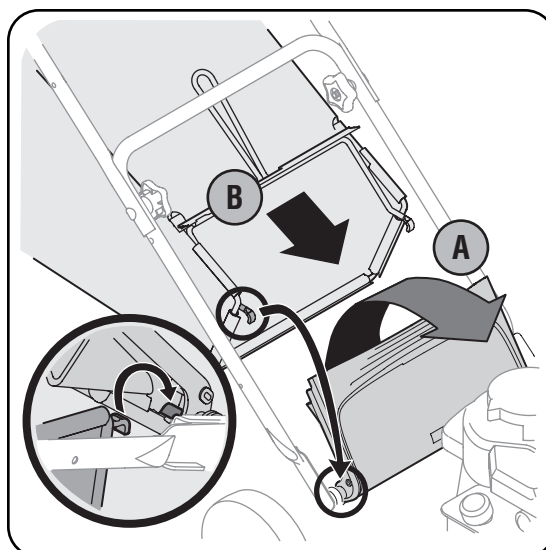

Figura 3-7
- b. Coloque la colectora de recortes en la varilla. Descanse la puerta de descarga sobre la tolva para recorte de césped. Vea la Figura 3-7.